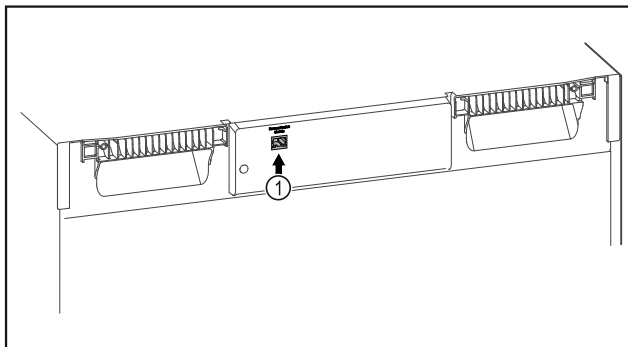

Fig. 154
- Założono SmartModule Fig. 154 (1).